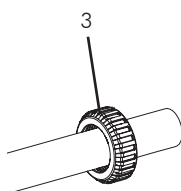
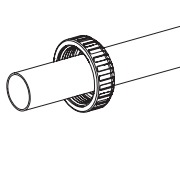

Fig.01
Fig.02
2. Ajustar la válvula a la instalación dejando la tuerca (3) Fig.01 sobre el tubo antes de encolar el manguito (5) Fig.02.
- Regolare la valvola all'installazione lasciando il dado (3) Fig.01 sul tubo prima di incollare il manico (5) Fig.02.